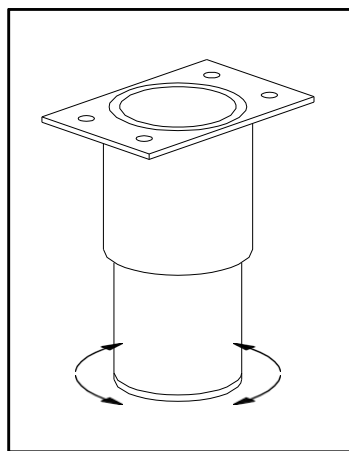

Fig. 1
- * Que el aparato está bien nivelado, esta operación se consigue actuando sobre las patas regulables, haciendo girar la parte inferior de las mismas (Fig. 1).